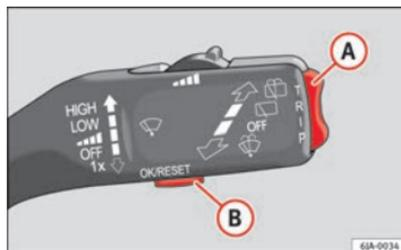
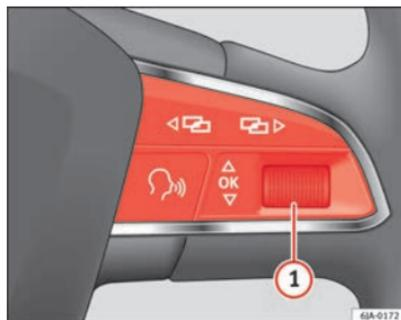

Fig. 34 Indicateur multifonction : éléments de commande
Fig. 35 Volant multifonction : éléments de commande
- en appuyant brièvement sur la touche **B** du levier, ⇒ fig. 34 ⇒ page 62, ou bien
- en appuyant brièvement sur la molette à droite du volant multifonction OK **1** ⇒ fig. 35.
La touche de modification des fonctions **A** ⇒ fig. 34 et la touche d'effacement de la mémoire **B** se trouvent sur le levier d'essuie-glace.
- Appuyez brièvement sur la touche **B** ⇒ fig. 34 du levier.
- Appuyez brièvement sur la molette à droite du volant multifonction **OK** **1** ⇒ fig. 35.
- Déplacez brièvement la commande à bascule **A** ⇒ fig. 34 du levier vers le haut ou vers le bas. Cela permet d'afficher successivement les fonctions de l'indicateur multifonction à l'écran.
- Tournez la molette à droite du volant multifonction **1** ⇒ fig. 35. Cela permet d'afficher successivement les fonctions de l'indicateur multifonction à l'écran.
- Maintenez enfoncée la touche **B** ⇒ fig. 34 du levier.
- Maintenez enfoncée la molette à droite du volant multifonction **OK** **1** ⇒ fig. 35.
À des températures inférieures à +4 °C (+39 °F), le symbole du cristal de glace (signal d'avertissement de chaussée gelée) s'affiche également et un signal sonore retentit. En déplaçant la commande à bascule **A** ⇒ fig. 34 du levier ou en tournant la molette à droite du volant **1** ⇒ fig. 35 la dernière fonction visualisée s'affiche.
- En appuyant sur la touche **A** ⇒ fig. 34 du levier, sélectionnez **Avertissement vitesse**.
- Tournez la molette à droite du volant multifonction **1** ⇒ fig. 35 et sélectionnez **Avertissement vitesse**.